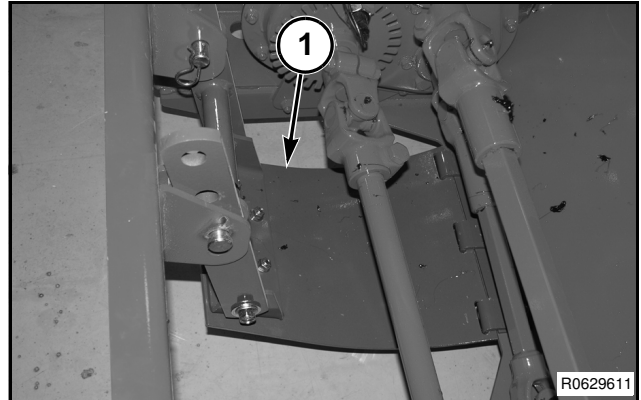

FIG. 4
FIG. 4: En la posición baja, el ajuste de los patines (1) permite definir la altura del colector. Consulte el apartado "Ajuste de las zapatas deslizantes" en la sección Ajustes para obtener más información.